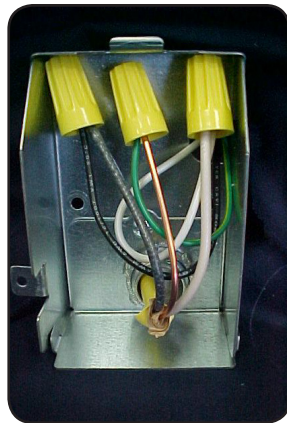

Figura 32
- 6 Meta los cables a presión a la caja de conexiones como se muestra en la **Figura 32**. Asegúrese que los conectores de alambre no queden flojos.